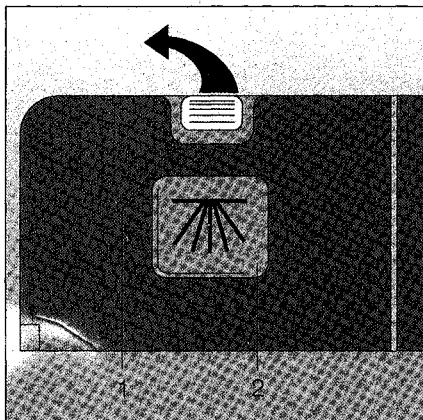

Bild 9
- ☐ Verschußhebel nach vorne drücken (Bild 9/1). Der Deckel springt auf.
Bei sehr stark verschmutztem Geschirr haben Sie die Möglichkeit, in die Deckelmulde (Bild 9/2) zusätzlich Reinigungsmittel zu geben. Mulde gestrichen füllen. Dieser Reiniger wird bereits im Vorspülen wirksam.